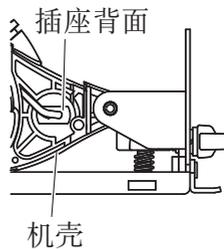

图 28
(2) 推动插座背面，并从把手罩内将插座和灯泡一起取出（图 28）。